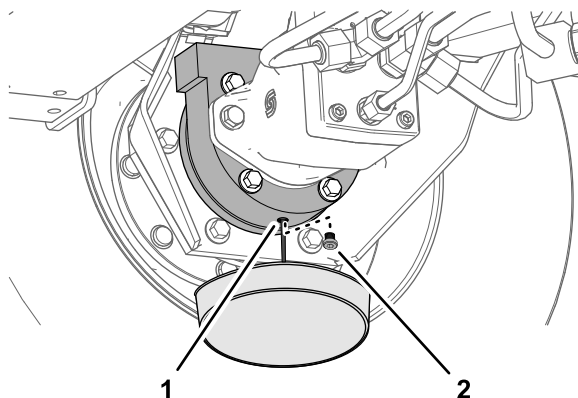

图 61
6. 将放油盘放在制动器箱下面取出排油塞让油完全排出图 61。